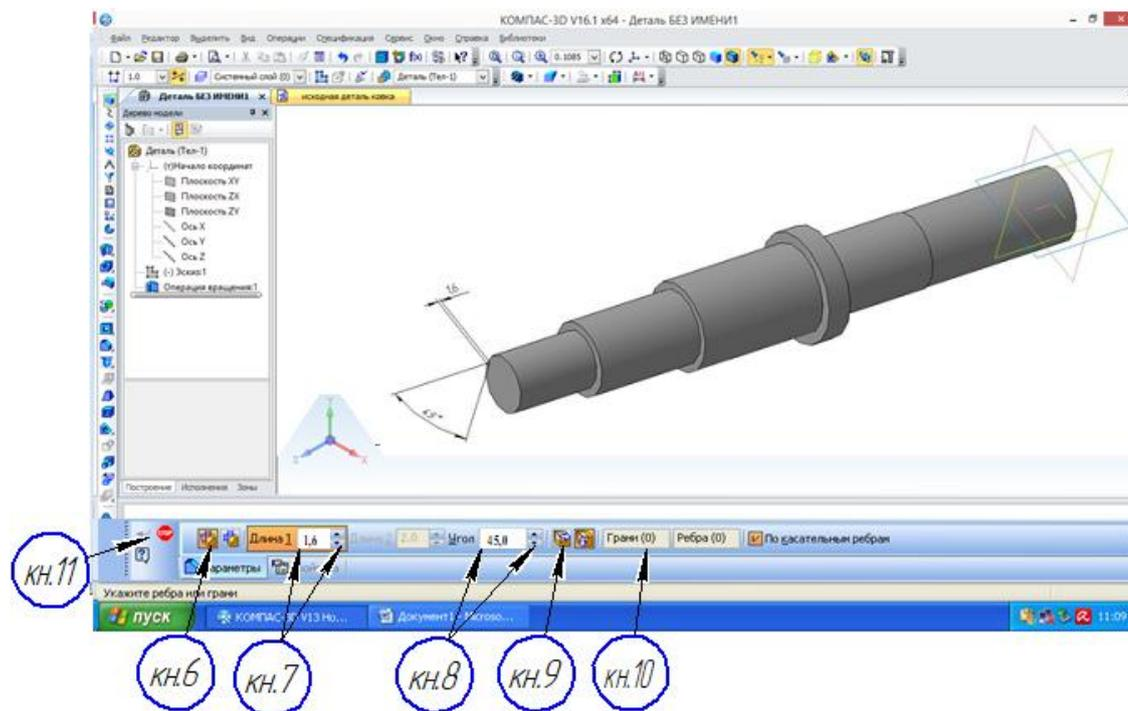

Рисунок 49- Ввод параметров и размеров фаски
4) Одновременно с отпусканием кн.4, внизу экрана появляется «Панель свойств» рисунок 49 с указанными значениями фаски по умолчанию (кн.5 длина и угол – 5,5x45°).